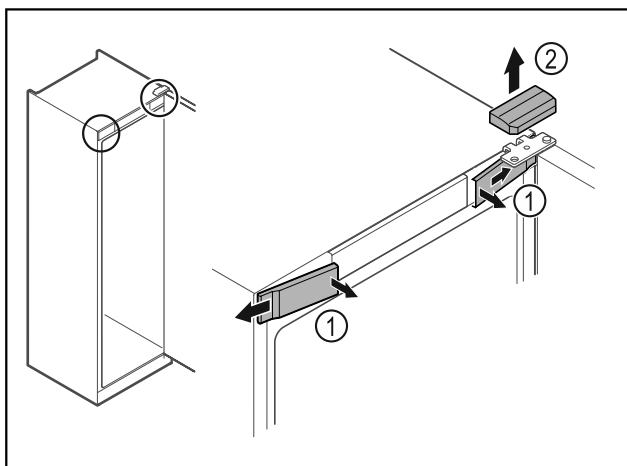

Fig. 8\*
- ▶ Desencajar las cubiertas delanteras Fig. 8 (1) del interior y dejarlas a un lado.\*
- ▶ Retirar hacia arriba la cubierta superior Fig. 8 (2)\*